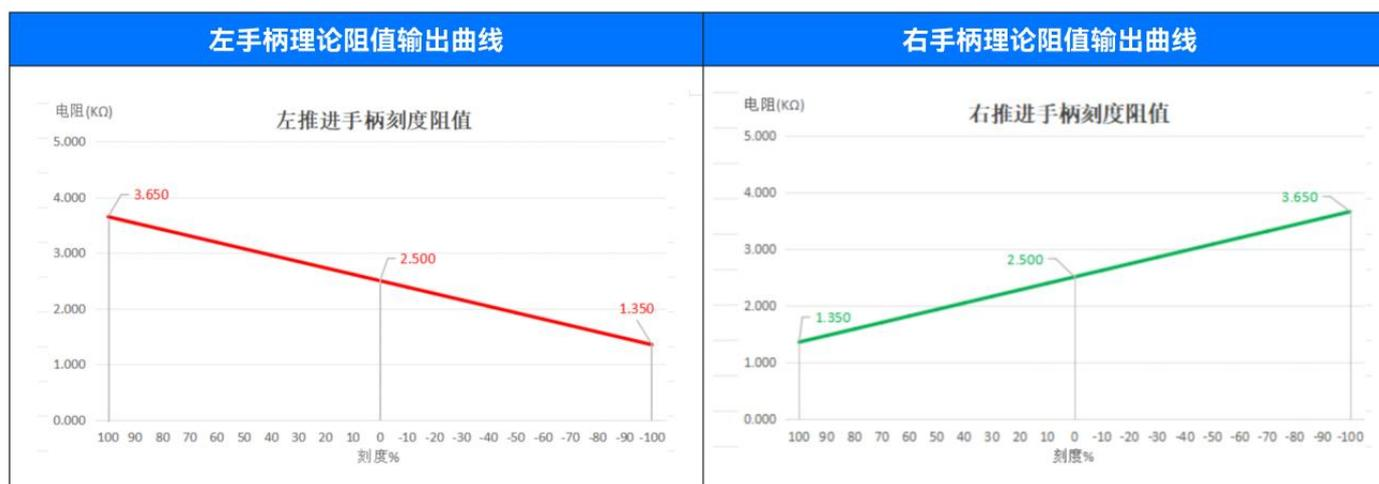
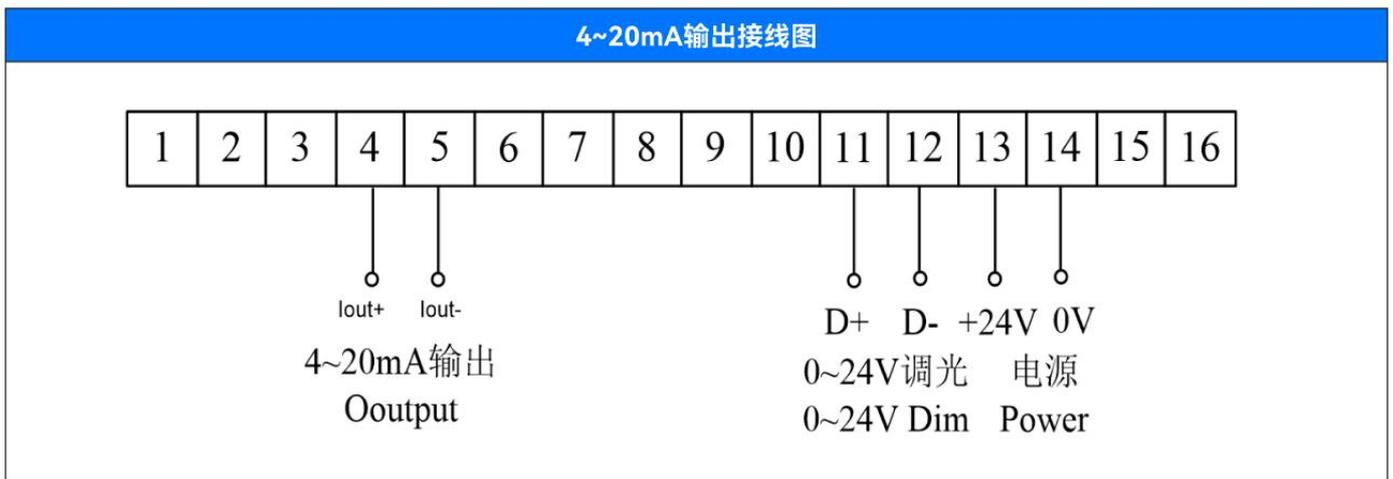

图2.1
图2.4
5. 输出方式：直接电位计线性输出，与刻度呈线性关系，理论输出如图2.1所示，实际输出见产品出厂检验报告。
4. 输出信号：手柄可以为控制系统提供多种可选的输出信号，包括电位器直接输出、 $4\sim 20\text{mA}$ ，也可以提供正倒车无源开关触点。电位器直接输出型的接线请参考接线图1.5，对应关系请参考图2.1。对于 $4\sim 20\text{mA}$ 输出的接线如图2.4所示：
5. 背光调节模式：手柄的薄膜采用冷光源设计，亮度可调节，调光模式包括电阻器调节（其中电阻器调光方式仅适配我司型号VDM-96调光器，阻值为2K Ω ）、0~24V电压调节、PWM，接线如图1.5和图2.4所示。接线如图1.5和图2.4所示。
2. 接通电源，按图1.5所示接线，推动手柄杆，端子1、2之间电阻读数为图2.1中连续线性变化的输出值。背光灯正常发光，检验完成后，将手柄杆置于0刻度处。